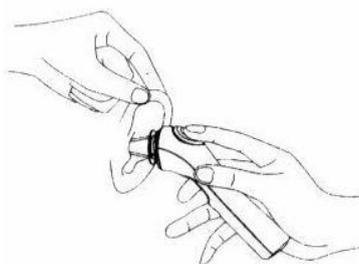

Figure 6.22
7. Fixez la tête du patient, placez la sonde dans l'oreille vers le tympan, ou appuyez sur la sonde sur de la peau, puis appuyez sur le bouton «Mesure ». Ouvrez la touche après avoir écouté tic -tac en 2 secondes. (voir figure 6.22)